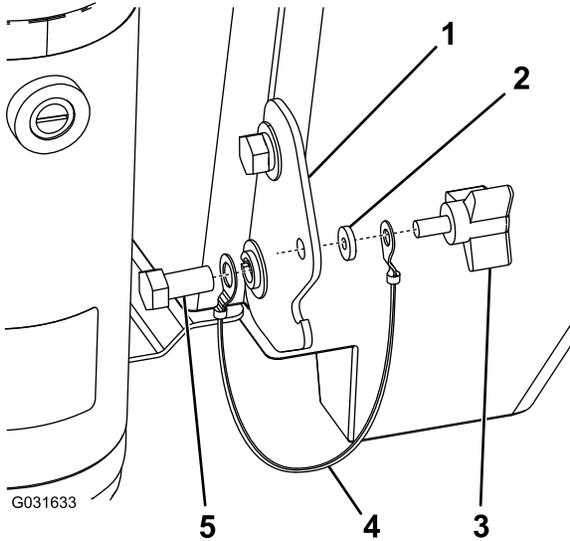

Figure 9
1. Attachez le cordon d'attache au boulon inférieur sur chacun des verrous de la trémie (Figure 9).
2. Attachez l'extrémité libre du cordon à la vis à oreilles à l'aide d'une rondelle en caoutchouc (Figure 9).